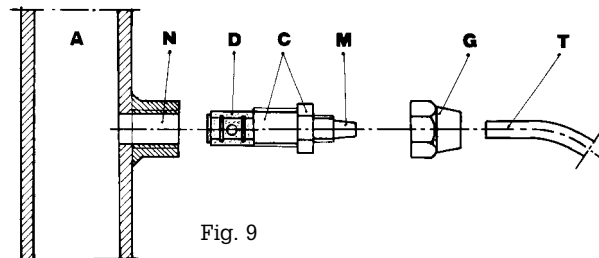

Fig. 9
- g.- Seleccione el punto de inyección más apropiado en la tubería de la instalación a tratar y coloque un empalme de 3/8 " gas hembra. Este empalme no viene con la bomba. Enrosque la válvula de inyección en el empalme con la junta de impermeabilización de Teflón Fig.9. Conecte el tubo de la junta cónica de la válvula de inyección y asegúrelo con la abrazadera G correspondiente. La válvula de inyección es también una válvula estática.
3.1 -ESQUEMA DE MONTAJE DE LA VÁLVULA DE INYECCION FIG. 9